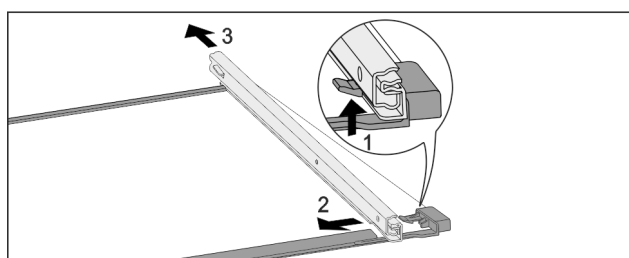

Fig. 265 Tablette en verre avec rails
- Pousser le crochet d'enclenchement avant vers le bas. Fig. 265 (1)
- Pousser le rail télescopique vers le côté Fig. 265 (2) et vers l'arrière Fig. 265 (3).